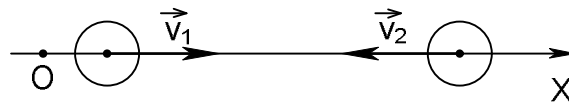

Рис. 1
Спроекуємо (1) на вісь OX (див. рис. 1):